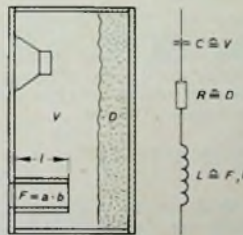

Bild 17. Baßreflexbox mit dem dazugehörigen Ersatzschaltbild
Diese Gehäuseform (Bild 17) ist häufig anzutreffen. Sie besteht aus einem Kasten mit den Innenmaßen  $A$ ,  $B$  und  $C$ , an dessen Vorderseite der Tieftonlautsprecher angebracht ist. Eine zweite Öffnung mit der Fläche  $F$  befindet sich an anderer Stelle, meistens auch vorn.
Eine Baßreflexbox nach Bild 17 hat das Volumen  $V = A \cdot B \cdot C = 0,4 \cdot 0,5 \cdot 1 = 200 \cdot 10^{-3} \text{ m}^3$ . Die zweite Öffnung hat die Fläche  $F = 0,05 \cdot 0,12 = 6 \cdot 10^{-3} \text{ m}^2$ . Der Rohrstutzen ist  $l = 0,2 \text{ m}$  lang. Die Eigenfrequenz (Helmholtz-Frequenz) beträgt nach Gl (34)